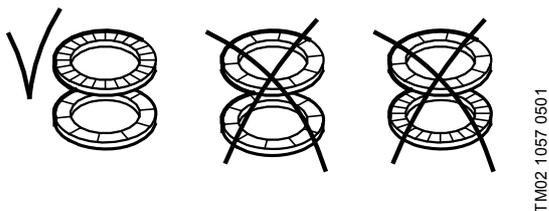

Abb. 26 Richtige Montage der Federscheiben
10. Die Kontermutter (Pos. 64c), die Federscheiben (Pos. 66) und die Mutter (Pos. 67) montieren. Siehe Abb. 26.